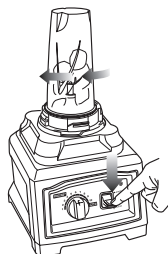

Fig. 11
- 5 Dé vuelta la taza **Nutri Ninja** y colóquela sobre la base del motor, alineando las pestañas de la taza con la base del motor. (Fig. 10) Gire en sentido horario hasta que la taza se trabe en su lugar. La unidad está lista para usar. (Fig. 11)
"Start/Stop/ Pulse" hacia abajo a intervalos cortos hasta alcanzar la consistencia deseada. (Fig. 11)